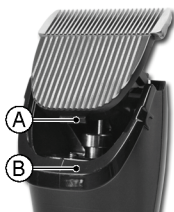

Abbildung 9: Vorsprung (B) des Schneidkopfs (A).
6. Setzen Sie den Schneidkopf wieder auf den Haarschneider (Figure 9).